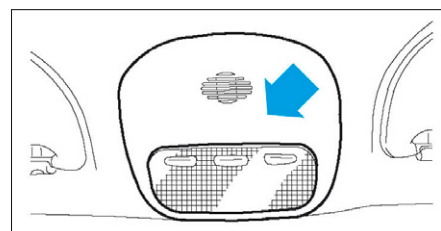
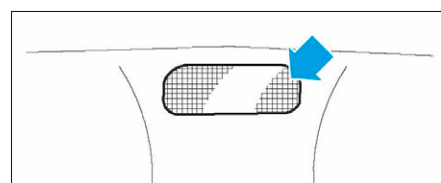

FIG. 73
FIG. 74
- Déclipper le plafonnier central (Fig.73) et latéral (Fig.74).